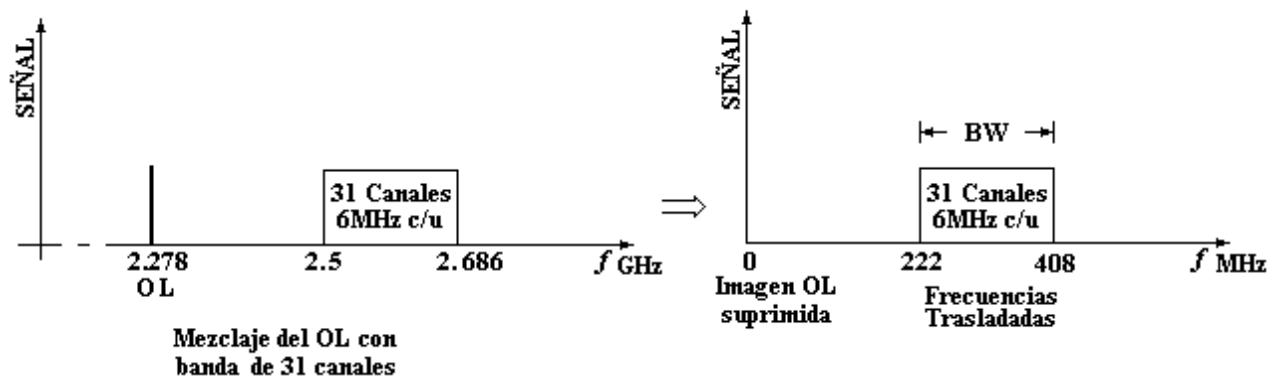
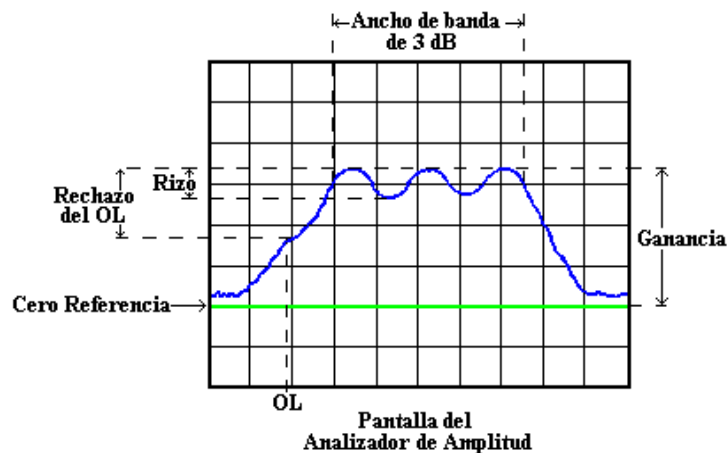

Figura 3. El proceso de mezclado.
Figura 4. Respuesta típica de un convertidor de frecuencias.
Cuando se examinan las frecuencias correspondientes a los canales de televisión (Tabla 1) se observa que cada canal ocupa 6 MHz, por ejemplo el canal 3 ocupa 60 – 66 MHz y entre los canales de VHF bajos y VHF altos (entre canales 6 y 7) hay un salto de 88 a 174 MHz. También entre VHF alto y UHF hay un salto de 216 a 470 MHz (entre canales 13 y 14). Si se considera el segundo salto hay una brecha de 254 MHz sin usarse, correspondiente a unos 42 canales adicionales de 6 MHz cada uno. Esta brecha se utiliza en el sistema CATV, o por medio de un interruptor o por medio del control remoto del receptor de televisión. Ahora considere la figura 1, que muestra parte de las características típicas un un convertidor de frecuencias (downconverter). La frecuencia de entrada,  $f_{in}$ , del dispositivo es de 2500 MHz a 2686 MHz, el oscilador local (OL) es de 2278 MHz y al mezclar el OL con  $f_{in}$ , se obtiene la salida,  $f_{out}$ , de 222 MHz a 408 MHz (31 canales) que pueden ocupar parte la brecha entre VHF alto y UHF. La figura 3 muestra la operación del convertidor.
La figura 3 muestra la respuesta teórica del convertidor. El convertidor práctico tendrá diferencias con respecto al comportamiento teórico. La respuesta del ancho banda no será entonces plana sino tendrá oscilaciones producto de filtraje en el convertidor como se ve en la figura 4. Uno de los parámetros a medir es el rizo del ancho de banda. También se puede medir la ganancia del dispositivo tomado como la excursión máxima del cero referencia en el ancho de banda. Otro parámetro es justamente el ancho de banda de 3 dB, es decir la banda de frecuencias en la cual la señal cae por 3 dB del máximo antes de dirigirse al cero referencia. Finalmente, como el convertidor real no es perfecto, y el proceso de mezclado y filtraje tampoco es perfecto, queda algo del oscilador local después del mezclado. Entonces se puede medir el rechazo del oscilador local como el nivel entre la ganancia y lo que queda del oscilador local. Se debe recordar que se puede usar el marcador del generador de barrido para indicar cualquier frecuencia del barrido o colocar un ondámetro entre el generador de barrido y el modulador. El uso del ondámetro resulta en una lectura de frecuencia más precisa.